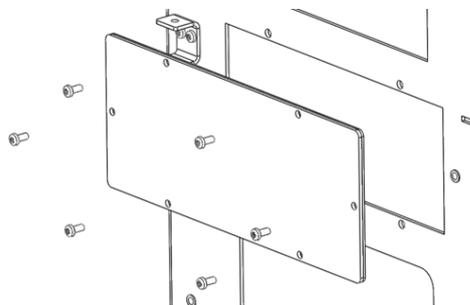

Figure 7
- Dévisser les 6 vis de trappe avant, en faisant attention à conserver le joint d'étanchéité en bon état (Fig 7)